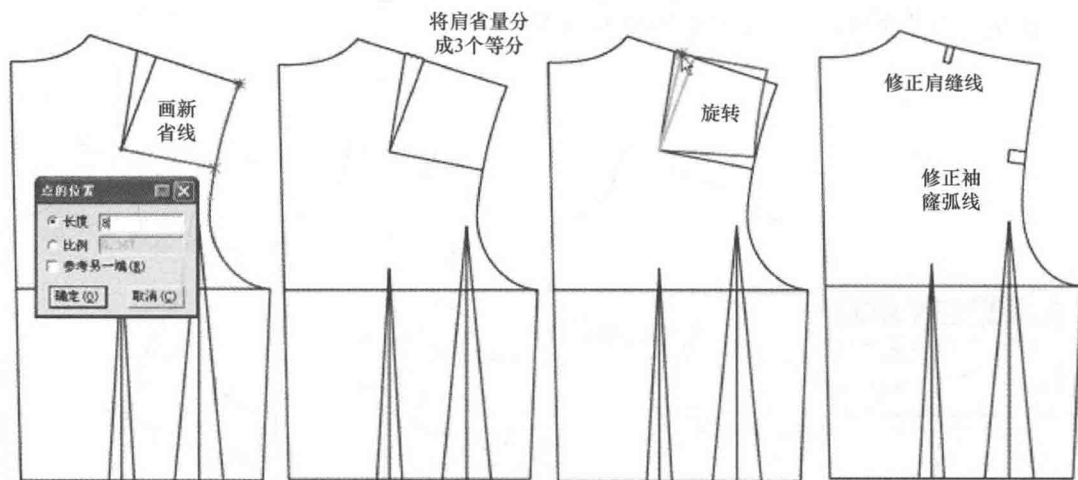

图4-48 后片公主缝分割设计步骤1
(4) 选择 【剪断线】工具，依次点击肩缝线（袖窿弧线）的2段线，然后按右键结束将肩缝线（袖窿弧线）的2段线连接成一条线。并选择 【调整】工具调顺肩缝线（袖窿弧线），以上步骤如图4-48所示。
(5) 选择 【智能笔】工具从侧腰省尖画一条线至袖窿弧线，选择 剪断线工具剪断需要转省的线段。
(6) 选择 【旋转】工具，按着【Shift】键进入【旋转】功能。将侧腰省闭合。